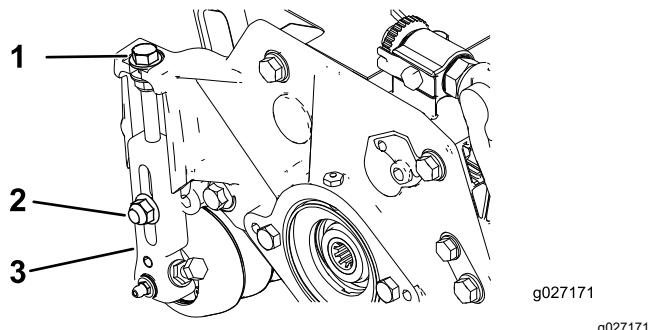

Figura 15
1. Allentate i dadi di bloccaggio che fissano le staffe dell'altezza di taglio sulle piastre laterali dell'apparato di taglio (Figura 15).